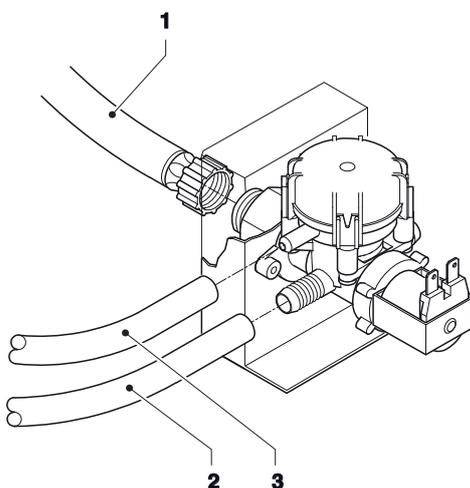

Fig. 21
Ligue com um tubo de diâmetro interno mínimo de 6mm (disponível também como kit) idôneo para suportar a pressão de rede e apropriado para uma rede hídrica com conexão 3/4" da eletroválvula de entrada da água (veja fig. 21).
A eletroválvula de entrada d'água (veja fig. 21) tem um dispositivo contra vazamento que bloqueia mecanicamente a entrada da água ao detectar o mau funcionamento da eletroválvula ou do mecanismo de controle de nível de água na caldeira.
- afrouxe a conexão que fixa o tubo de alimentação para descarregar a pressão da rede e aperte-o de novo (veja fig. 21);